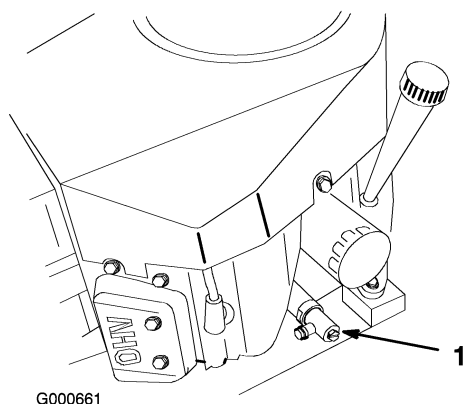

Figura 32
3. Collocate una bacinella sotto lo spurgo dell'olio. Usate un cacciavite piatto o una chiave da 10 mm per aprire la valvola (Figura 32).
4. Per aprire la valvola girate l'estremità in senso antiorario (Figura 32).
5. Quando l'olio è defluito completamente, girate l'estremità della valvola in senso orario per chiuderla (Figura 32).